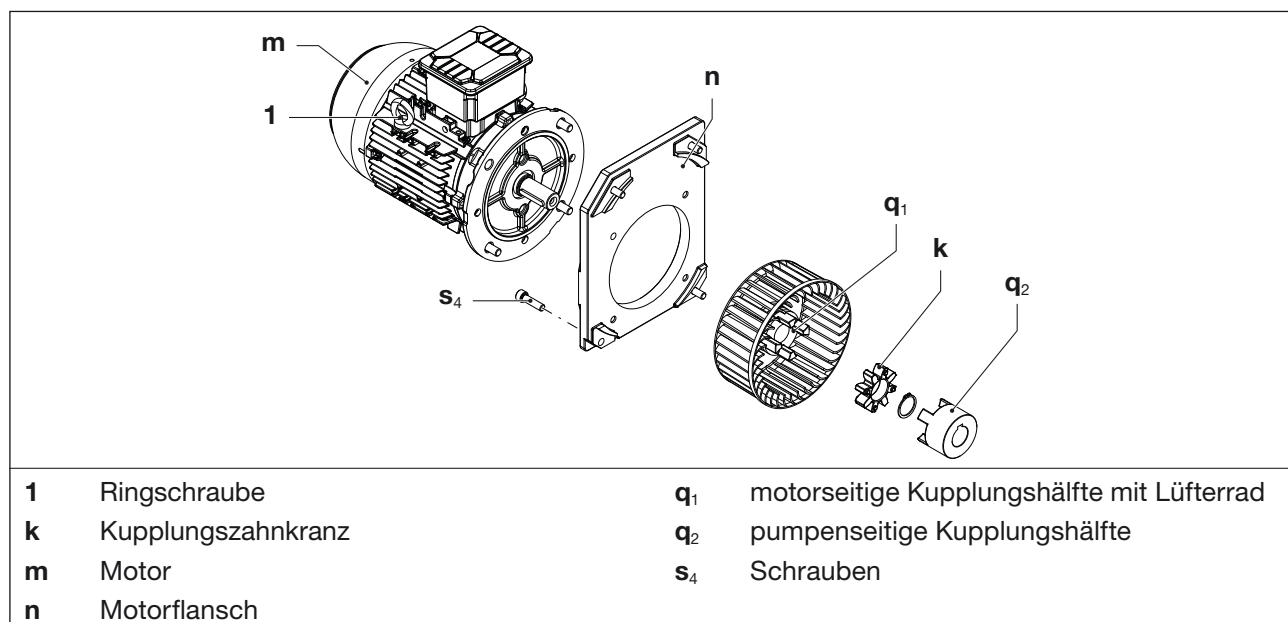

Abb. 9 Kupplung
Der Kupplungszahnkranz (Abb. 9/k) unterliegt einem Verschleiß. Wir empfehlen, den Zahnkranz regelmäßig zu überprüfen (1 x pro Jahr).
- Die Ringschraube (Abb. 9/1) am Motor (Abb. 9/m) fest anziehen.
- Schrauben (Abb. 9/s4) am Motorflansch (Abb. 9/n) lösen.
- Motorflansch (Abb. 9/n) mit Motor und motorseitiger Kupplungshälfte (Abb. 9/q1) axial abziehen und mittels Hebezeug aufhängen.
- Zahnkranz (Abb. 9/k) auf Beschädigung und Verschleiß prüfen und gegebenenfalls tauschen.
- Das Lüfterrad der motorseitigen Kupplungshälfte (Abb. 9/q1) ebenfalls auf Beschädigungen überprüfen und gegebenenfalls austauschen.
- Zahnkranz, motorseitige Kupplungshälfte und Motorflansch mit Motor wieder axial aufschieben und mit den Schrauben (Abb. 9/s4) an der Pumpe befestigen. Anzugsmoment: 25 Nm